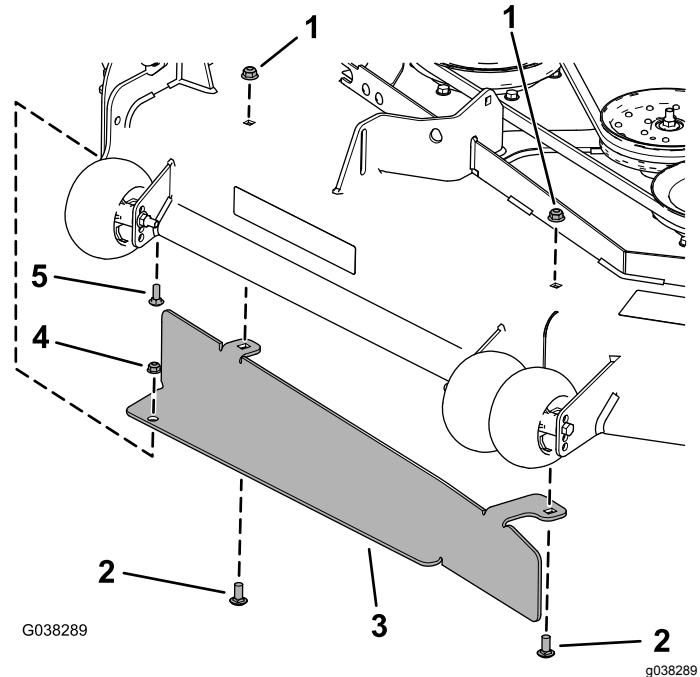

Figura 33
2. Montate il deflettore utilizzando il bullone a testa tonda (5/16" x 7/8"), il dado flangiato (5/16"), 2 bulloni a testa tonda (3/8" x 7/8") e 2 dadi flangiati (3/8"), come illustrato nella Figura 33.